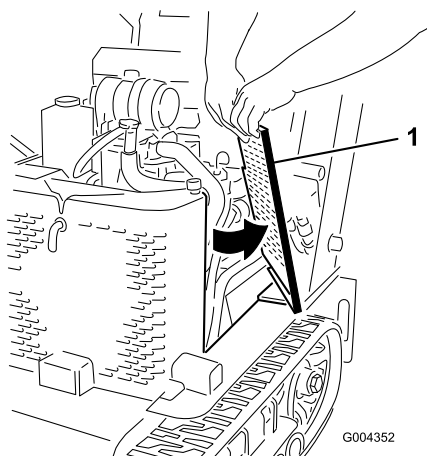

Figura 27
2. Deslice las rejillas laterales (Figura 27) hacia arriba y retírelas de las ranuras de la rejilla delantera y del bastidor.